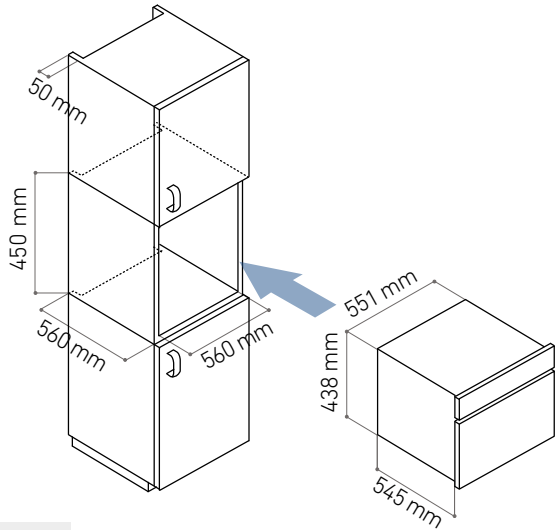

fig.5 Dimensioni della nicchia di incasso
**Nota:** per il corretto funzionamento dell'apparecchiatura è obbligatorio garantire un camino d'aria di almeno 250cm2 (fig. 5) dietro all'apparecchiatura stessa.